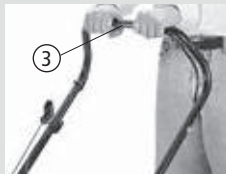

Fig. 12
O trabalho é realizado mantendo-se a alavanca pressionada ao braço (3), [Fig.12].
Ao montar as peças novamente, certifique-se de sua correta colocação e observe para que os furos da lâmina fiquem encaixados nas saliências do suporte da lâmina [Fig. 12].